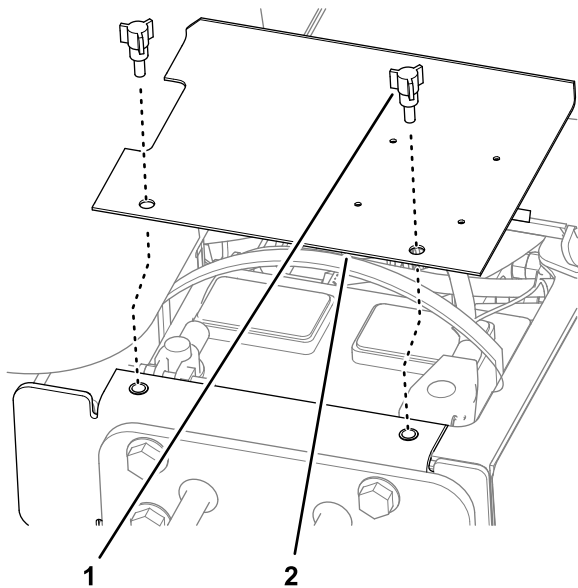

Figura 2
1. Afloje los 2 pomos que sujetan la cubierta externa de la batería al bastidor de la máquina y retire la cubierta (Figura 2).